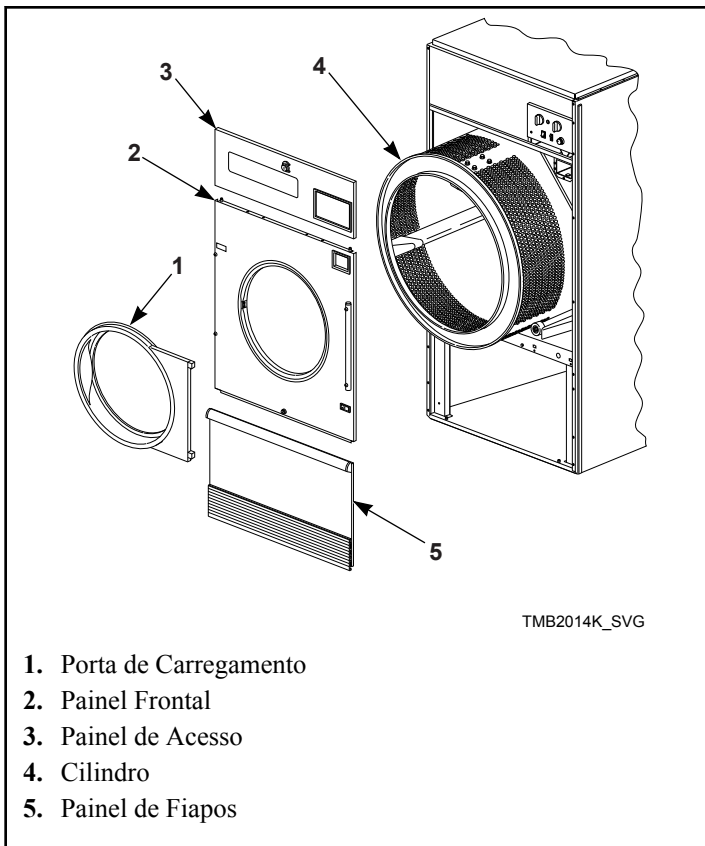

Figura 7
1. Remova a porta de carregamento, o painel de acesso, o painel frontal e o painel de fiapos. Consulte a *Figura 7*.
5. Puxe o cilindro para fora pela parte frontal da secadora. Consulte a *Figura 7*.